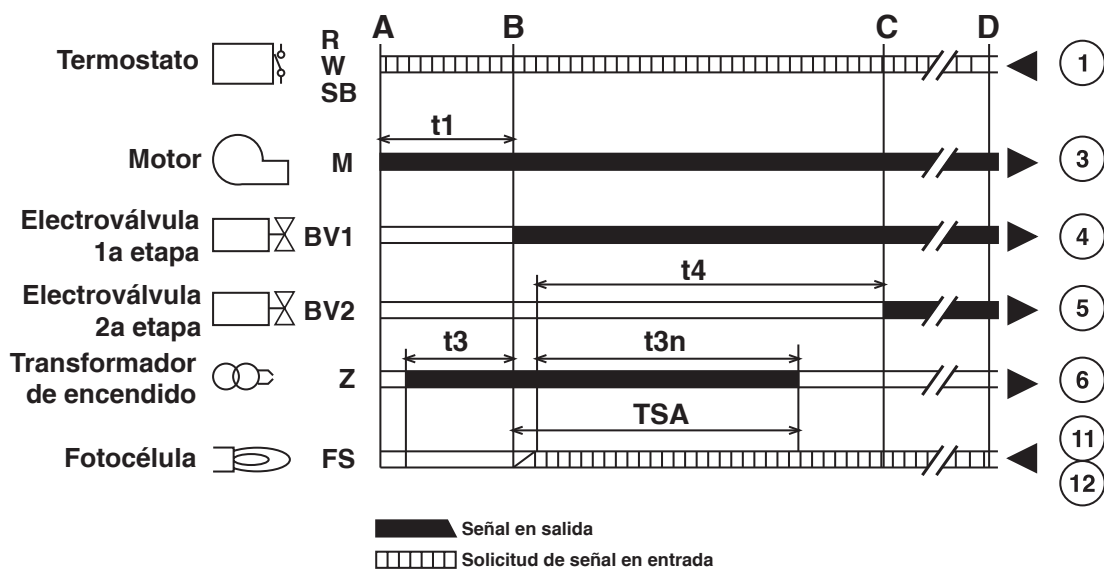

fig. 9
- Inicia el funcionamiento según la fig. 9.